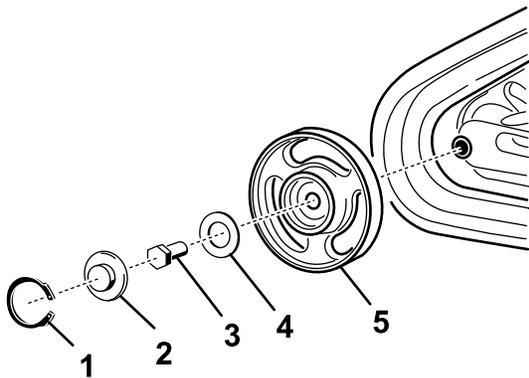

**Figura 47**
6. Empuje la rueda de rodaje delantera todo lo posible hacia atrás (Figura 47).
8. Una vez retirada la oruga de la rueda de rodaje, retírela de la máquina (Figura 47).
9. Empezando en la rueda motriz, pase la oruga nueva alrededor de la rueda, asegurándose de que los dientes de la oruga encajen entre los espaciadores de la rueda (Figura 47).
10. Introduzca la oruga por debajo y entre las ruedas de rodaje trasera y central (Figura 47).